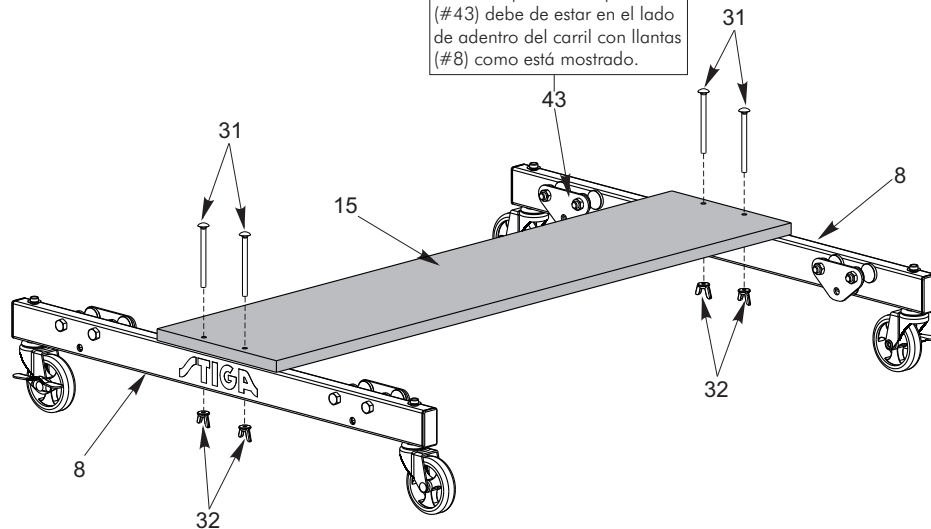

Figura 3
3. Una la Tabla Inferior (#15) a el Carril con Llantas (#8) como se muestra en la **Figura 3**. Voltee los Carriles como están ilustrados y una la Tabla Inferior con los cuatro Tornillos de Carruaje (#31) y las cuatro Tuercas de Mariposa (#32). Atornille tuercas asegurándose que estén apretadas y seguras.